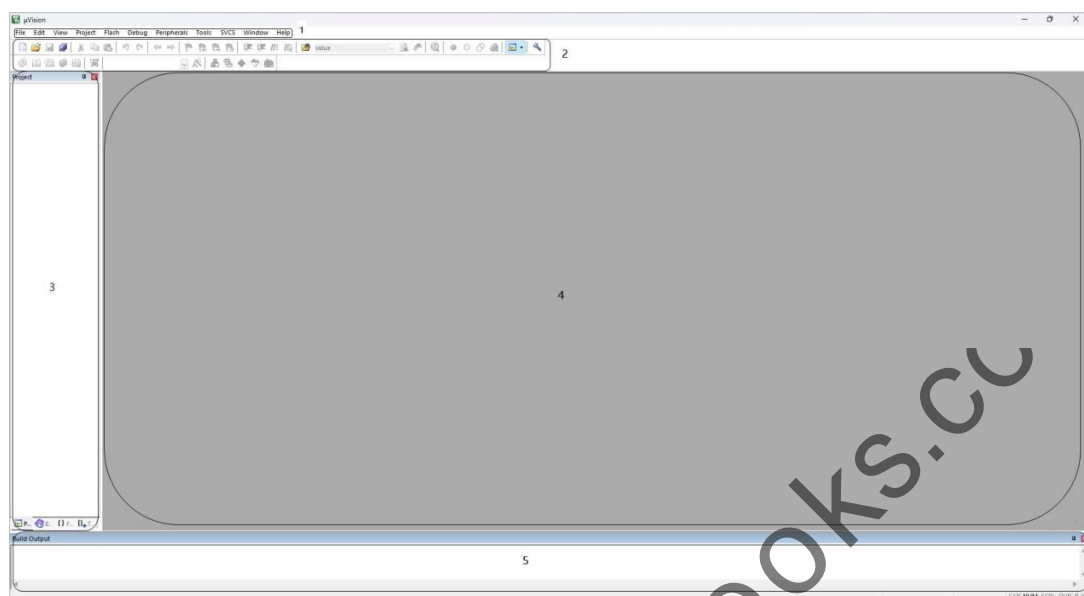

图 2-28 Keil 启动界面
双击打开桌面上  图标, 或者右击图标 → 以管理员身份运行, Keil 启动界面如图 2-28 所示。
(2) 窗口分区
如图 2-28 所示, Keil 软件主要分为 5 个区: ①菜单栏, ②工具栏, ③项目管理器窗口, ④编辑窗口, ⑤信息输出窗口。
(3) 常用按钮
①窗口的显示或隐藏